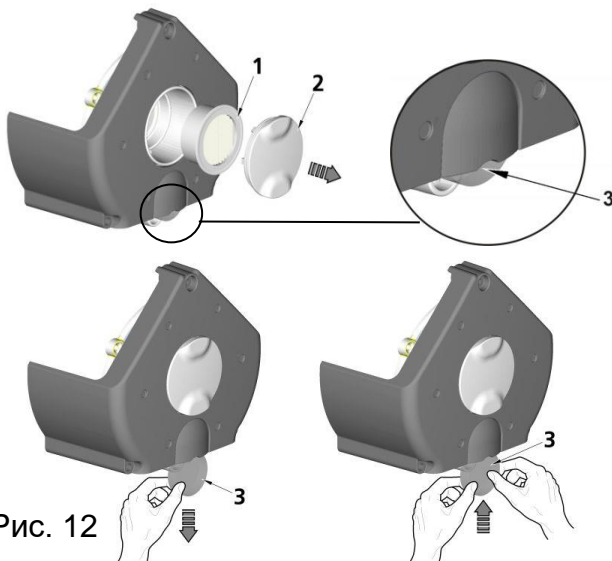

Рис. 12
17.5. Замена комплекта всасывающего фильтра агрегата (рис. 12)